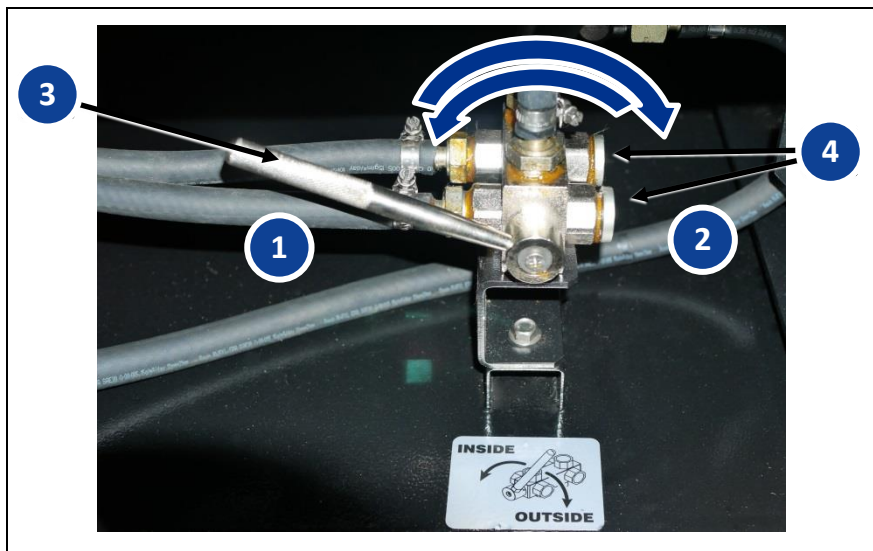

Abb. 7-6 2-Wege-Kraftstoffhahn
1. Kraftstoffhahn Abb. 7-6 **3** bis zum Anschlag in die Richtung der gewünschten Betankungsart stellen.